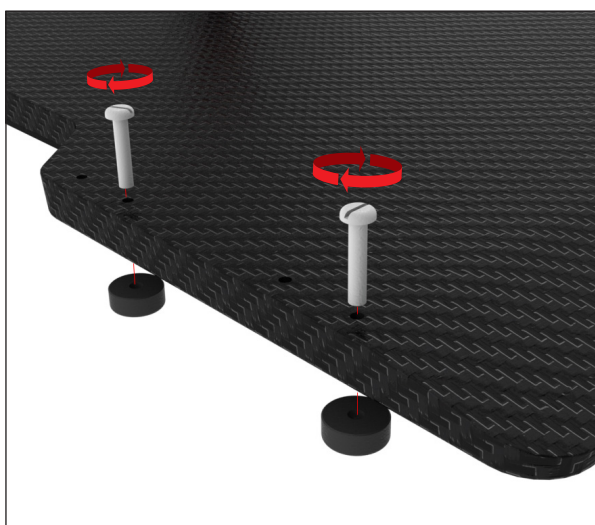

Fig. 18
2. Instale os 2 discos de localização restantes no lado oposto dos dois primeiros discos, nos orifícios correspondentes, utilizando parafusos de ¼-20 x 1 ¼" (1 para cada) (Fig. 18).